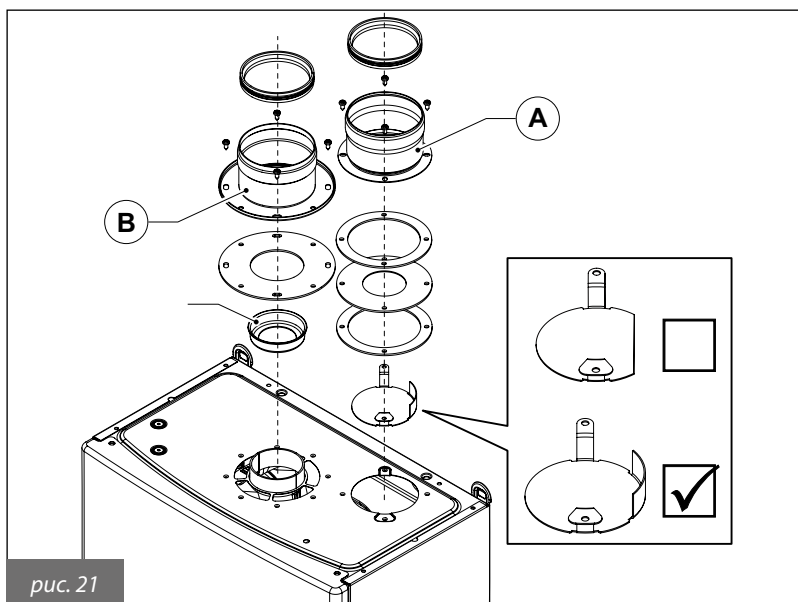

рис. 21
Для всех систем раздельного дымоудаления должен использоваться комплект (OSDOPPIA13) который состоит из двух дефлекторов воздуха, винтов, уплотнительных прокладок и других компонентов (рис. 21):
**Установить стандартный дефлектор воздуха!** (рис.21)